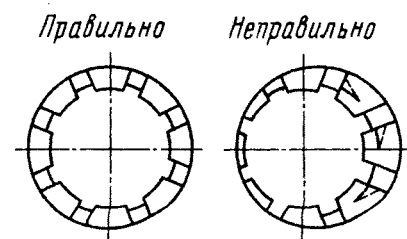
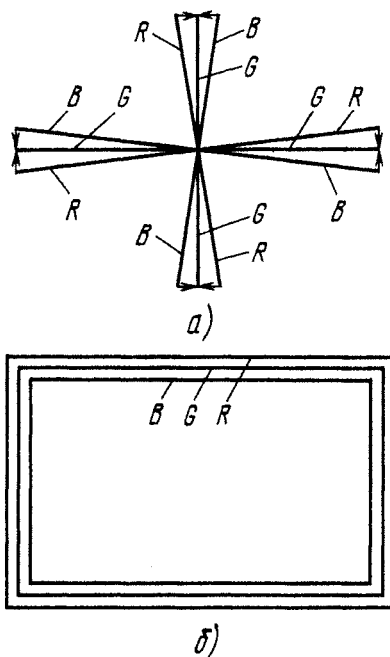

Рис. 1
Рис. 2
Расположение ОС и МСУ на горловине кинескопа показано на рис. 1 3-й с. вкладки.
применяют двустороннюю липкую ленту, из которой вырезают четыре куса размерами 24×18 мм. Сняв защитный слой с одной стороны, приклеивают ленту 2 (см. рис. 1 вкладки) к лапкам 3. Если используют старое кольцо, то вначале удаляют старую ленту и очищают лапки ножом от следов резины и клея или промывают ацетоном. При отсутствии новой липкой ленты можно применить старую или вырезать куски из мягкой тонкой резины, которые приклеивают клеем 88Н или «Момент».
Вид ОС со стороны хвостовика представлен на рис. 2 вкладки. Зажимное устройство хвостовика ОС центрируют относительно ее осевого отверстия визуально, используя регулировочные винты 8, 21, 23, находящиеся на фланце 7 хвостовика. Вид ОС со стороны опорного кольца при правильной и неправильной центровке показан на рис. 1 в тексте.
Конструкция МСУ представлена на рис. 3 вкладки. Для регулировки чистоты цвета используют кольцевые магниты 19 (см. рис. 1 и 3 вкладки). Следует напомнить, что «зеленый» луч в кинескопе совпадает с осью его горловины и при правильной установке ОС и МСУ попадает в центр экрана без какой-либо дополнительной регулировки. По этой причине МСУ содержит только кольцевые магниты для статического сведения «синего» (11) и «красного» (18) лучей и магнит 17 коррекции сведения их с «зеленым» лучом. Вместе с картонными прокладками 24 и 25 они надеты на корпус 20 и закреплены зажимной гайкой 13.
Динамическое сведение лучей состоит в устранении расхождения линий на краях экрана типа «перекрещивание боковых лучей» (рис. 2, а в тексте) и «неодинаковый размер растров» (рис. 2 б). Для регулировки используют сигнал «Сетчатое поле» или таблицу УЭИТ при включенных «синем» и «красном» лучах и выключенном «зеленом».